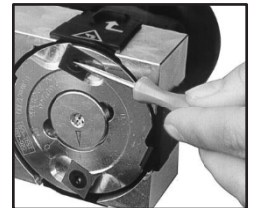

Fig. 6
- Si es necesario, limpie el Torx de las cuchillas reversibles con un buril (8). (Fig. 6)